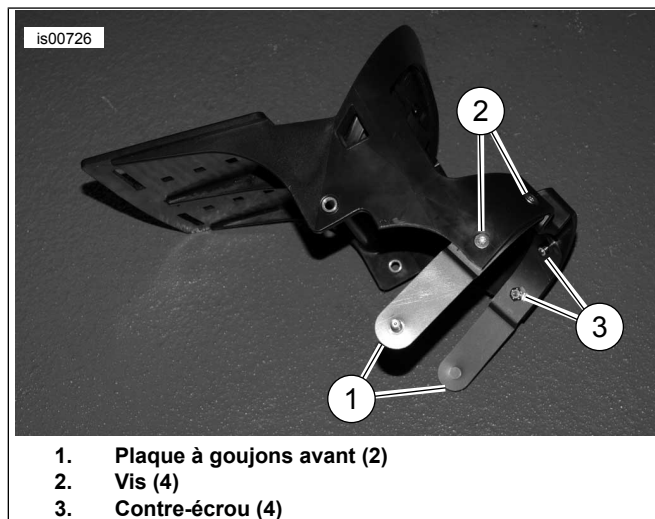

Figure 4. Installer les plaques à goujons avant
15. Voir la Figure 4. Installer les deux plaques à goujons avant (1) sur le support de plaque d'immatriculation en utilisant les quatre vis (2) et contre-écrous (3). Serrer les contre-écrous à un couple de 2,3 N·m (20 in-lbs)